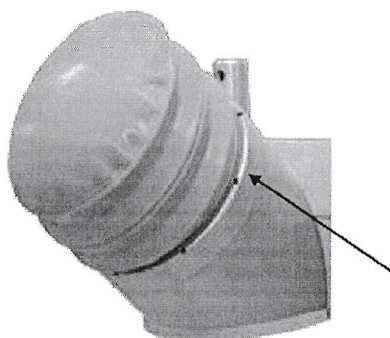

Рисунок 8-1: извлечение сцепки из зазора
6. Обратите внимание на то, чтобы удалить соединительную среду из зазора между мембраной и головкой ударной волны (рис. 8-1).
После каждой процедуры очень важно очистить мембрану и вытереть излишки силиконовой жидкости с мембраны и из зазора между мембраной и головкой ударной волны (рис. 8-1).